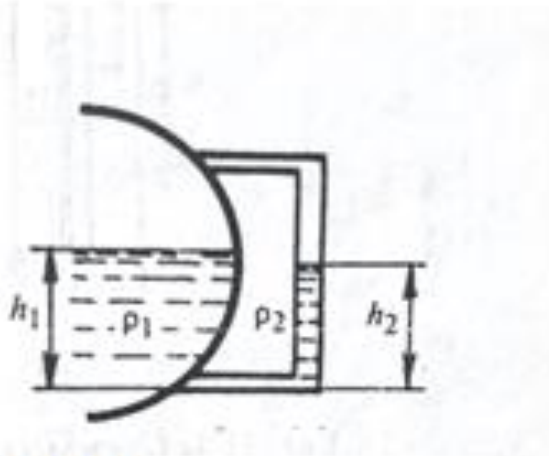

Рис. 1
5. Схема какого уровнемера представлена на рис. 1
2. На структурной схеме измерения расхода по перепаду давления на СУ (рис.1.) цифрой «2» обозначен: